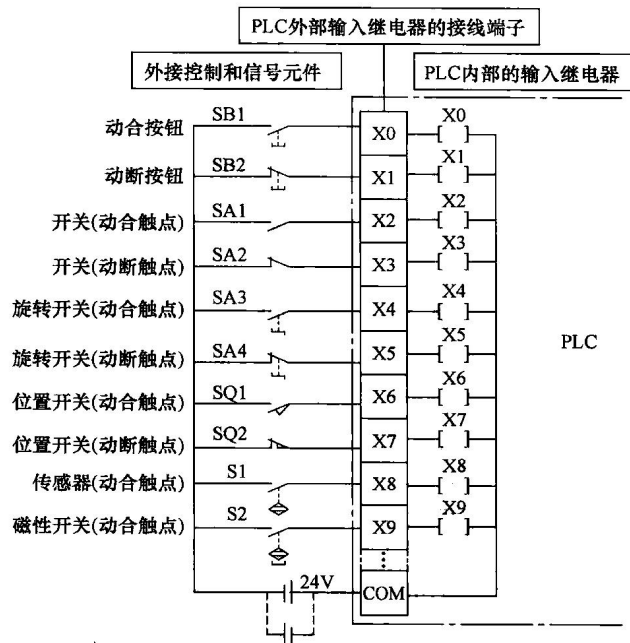

图 1-8 PLC 外部输入继电器 (X) 与部分外接元件
(1) 外部输入继电器 (X)
PLC 输入端是由多个外部输入继电器 (X) 组成，用于接收与 PLC 输入端相接的外接元件的指令信号。从图 1-8 可见，可以与外部输入继电器 (X) 连接的硬元件主要有各种开关、按钮及传感器等。